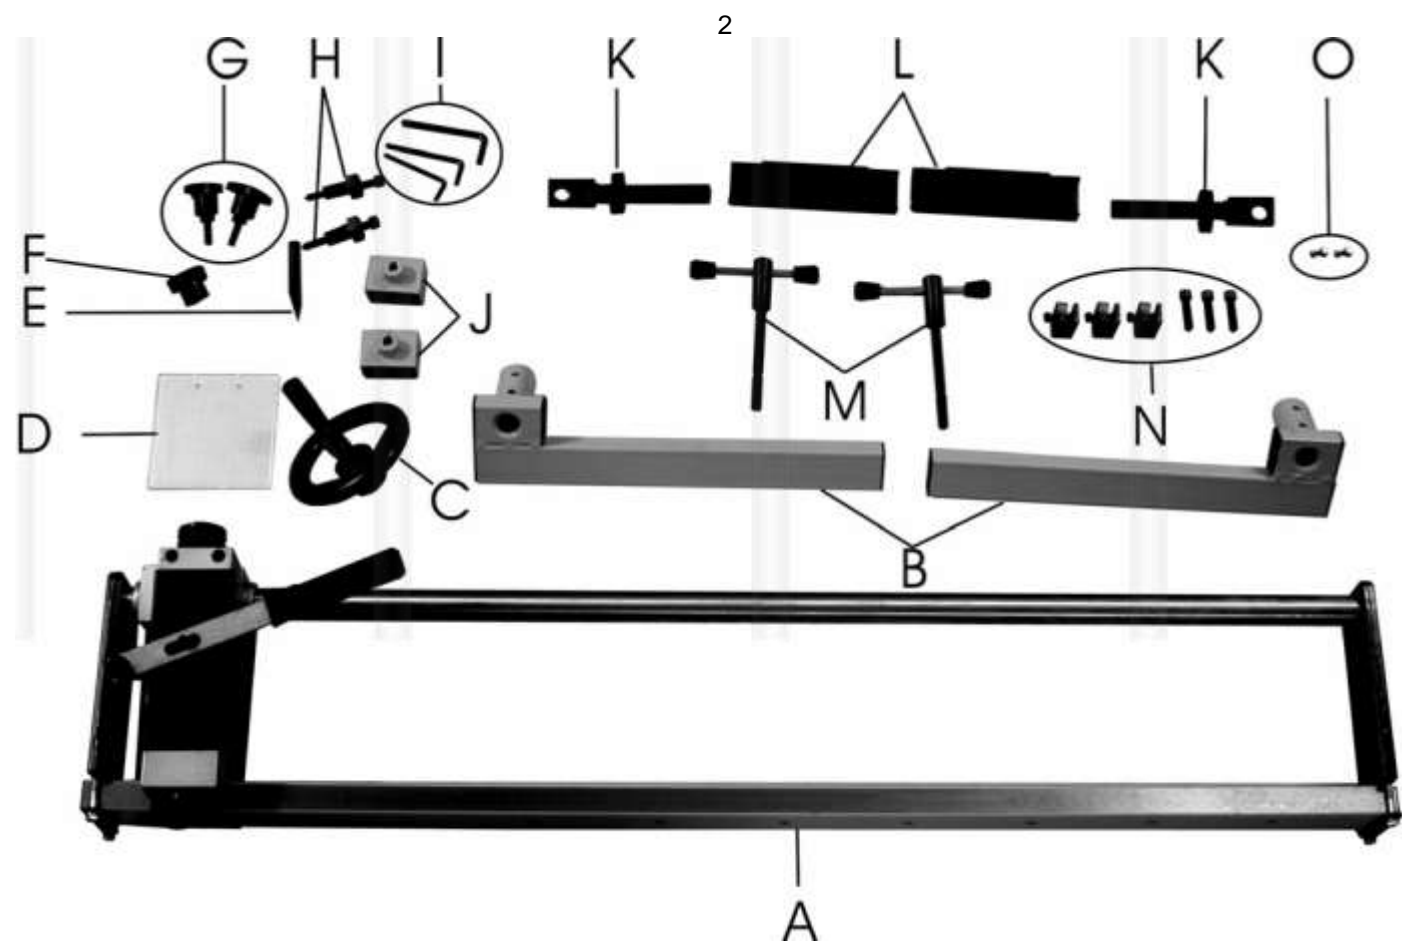

Рис.1
- 6.1. Приспособление (A) Рис.1 поставляется в собранном виде, но его необходимо установить на токарной машине.